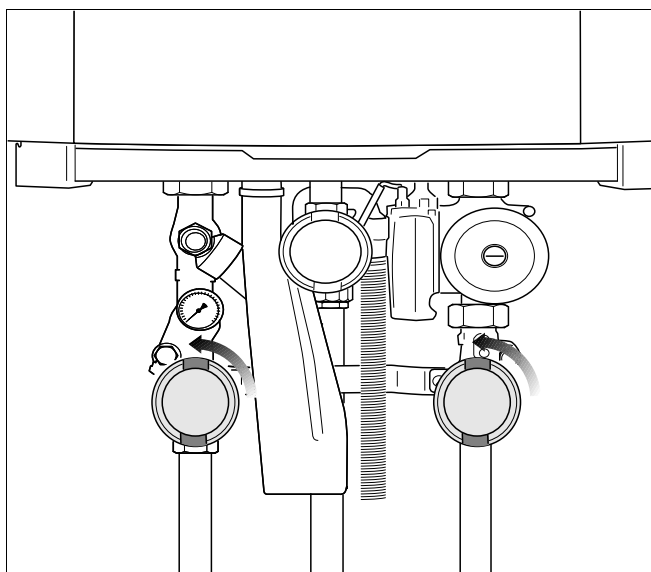

Bild 67 Öppna underhållskranarna (här visas öppet läge)
- Öppna underhållskranarna för värmeframledning och -returledning (bild 67) (öppet läge: parallellt med röret).